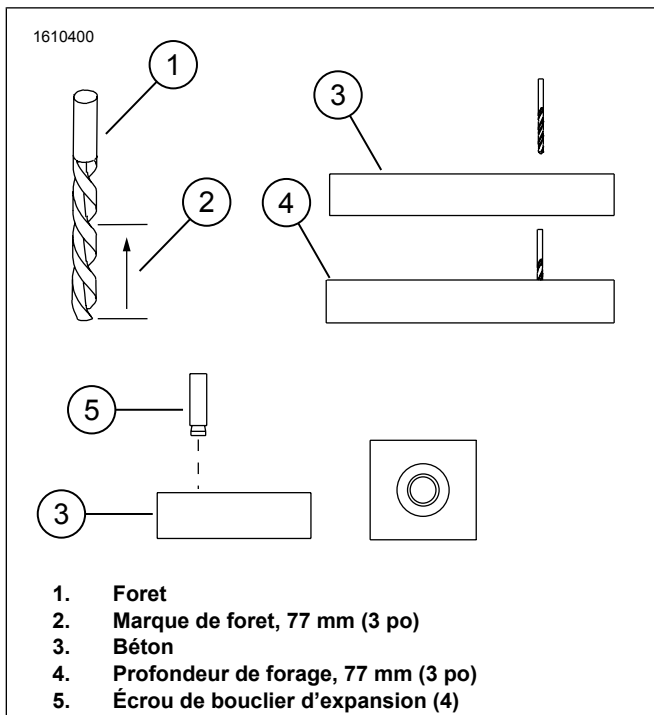
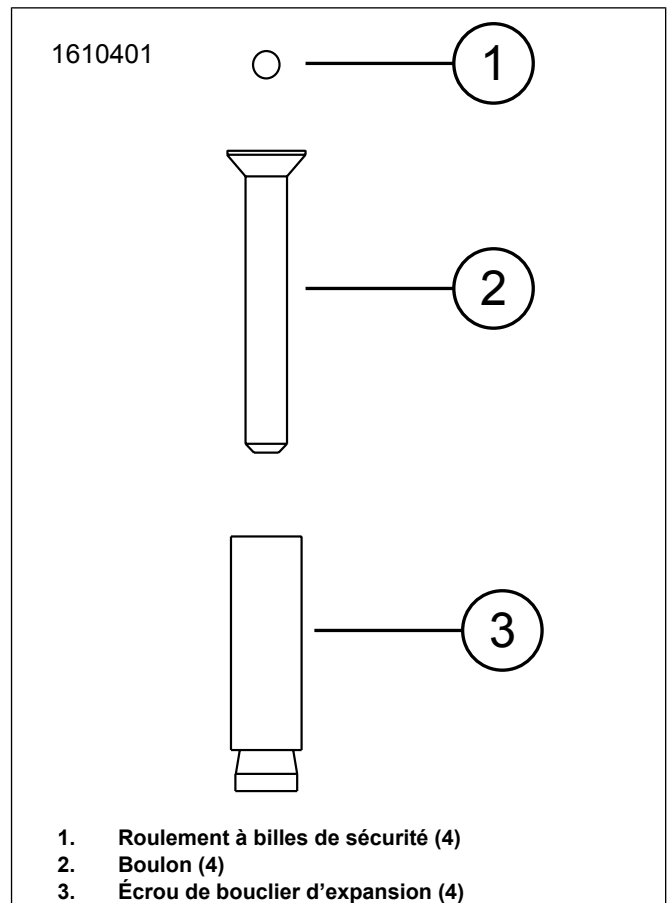
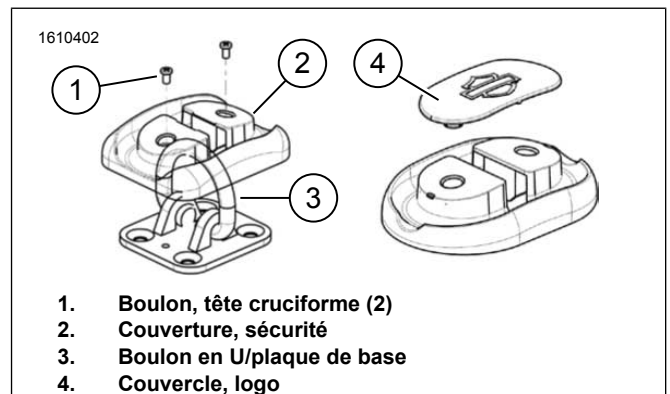

Figure 2. Forage
Figure 4. Roulement à billes de sécurité durci
Figure 5. Installation de l'ancrage de sécurité
1. Voir la Figure 5. Retirez le couvercle (4) en plaçant un tournevis à tête plate sous la fente lentement (des deux côtés) jusqu'à ce qu'il sorte.
2. Tracez le contour de la plaque de base (3) et le point central d'un trou avec un crayon feutre à l'emplacement souhaité.
3. Voir la Figure 2. Mesurer et marquer le foret (1) de 77 mm (3 pouces).
4. Voir la Figure 2. Trou de forage droit et vertical dans le béton à la profondeur marquée sur le foret.
5. Voir la Figure 2. Installez des écrous de protection d'expansion (5) dans le béton.
13. Voir la Figure 4. Installez le roulement à billes de sécurité (1) dans la cavité du boulon à tête hexagonale.
- a. Avec le marteau, appuyez sur les écrous de bouclier d'expansion (3) aussi loin qu'il ira.
14. Répétez l'étape (13) pour les trois boulons restants.
15. Voir la Figure 5. Installez le couvercle (2) sur le boulon en U sur la plaque de base (3).
16. Voir la Figure 5. Installez des boulons (1). Serrez jusqu'à ce qu'ils soient serrés.
17. Voir la Figure 5. Installez le couvercle (4) et les bouchons dans les trous ouverts.